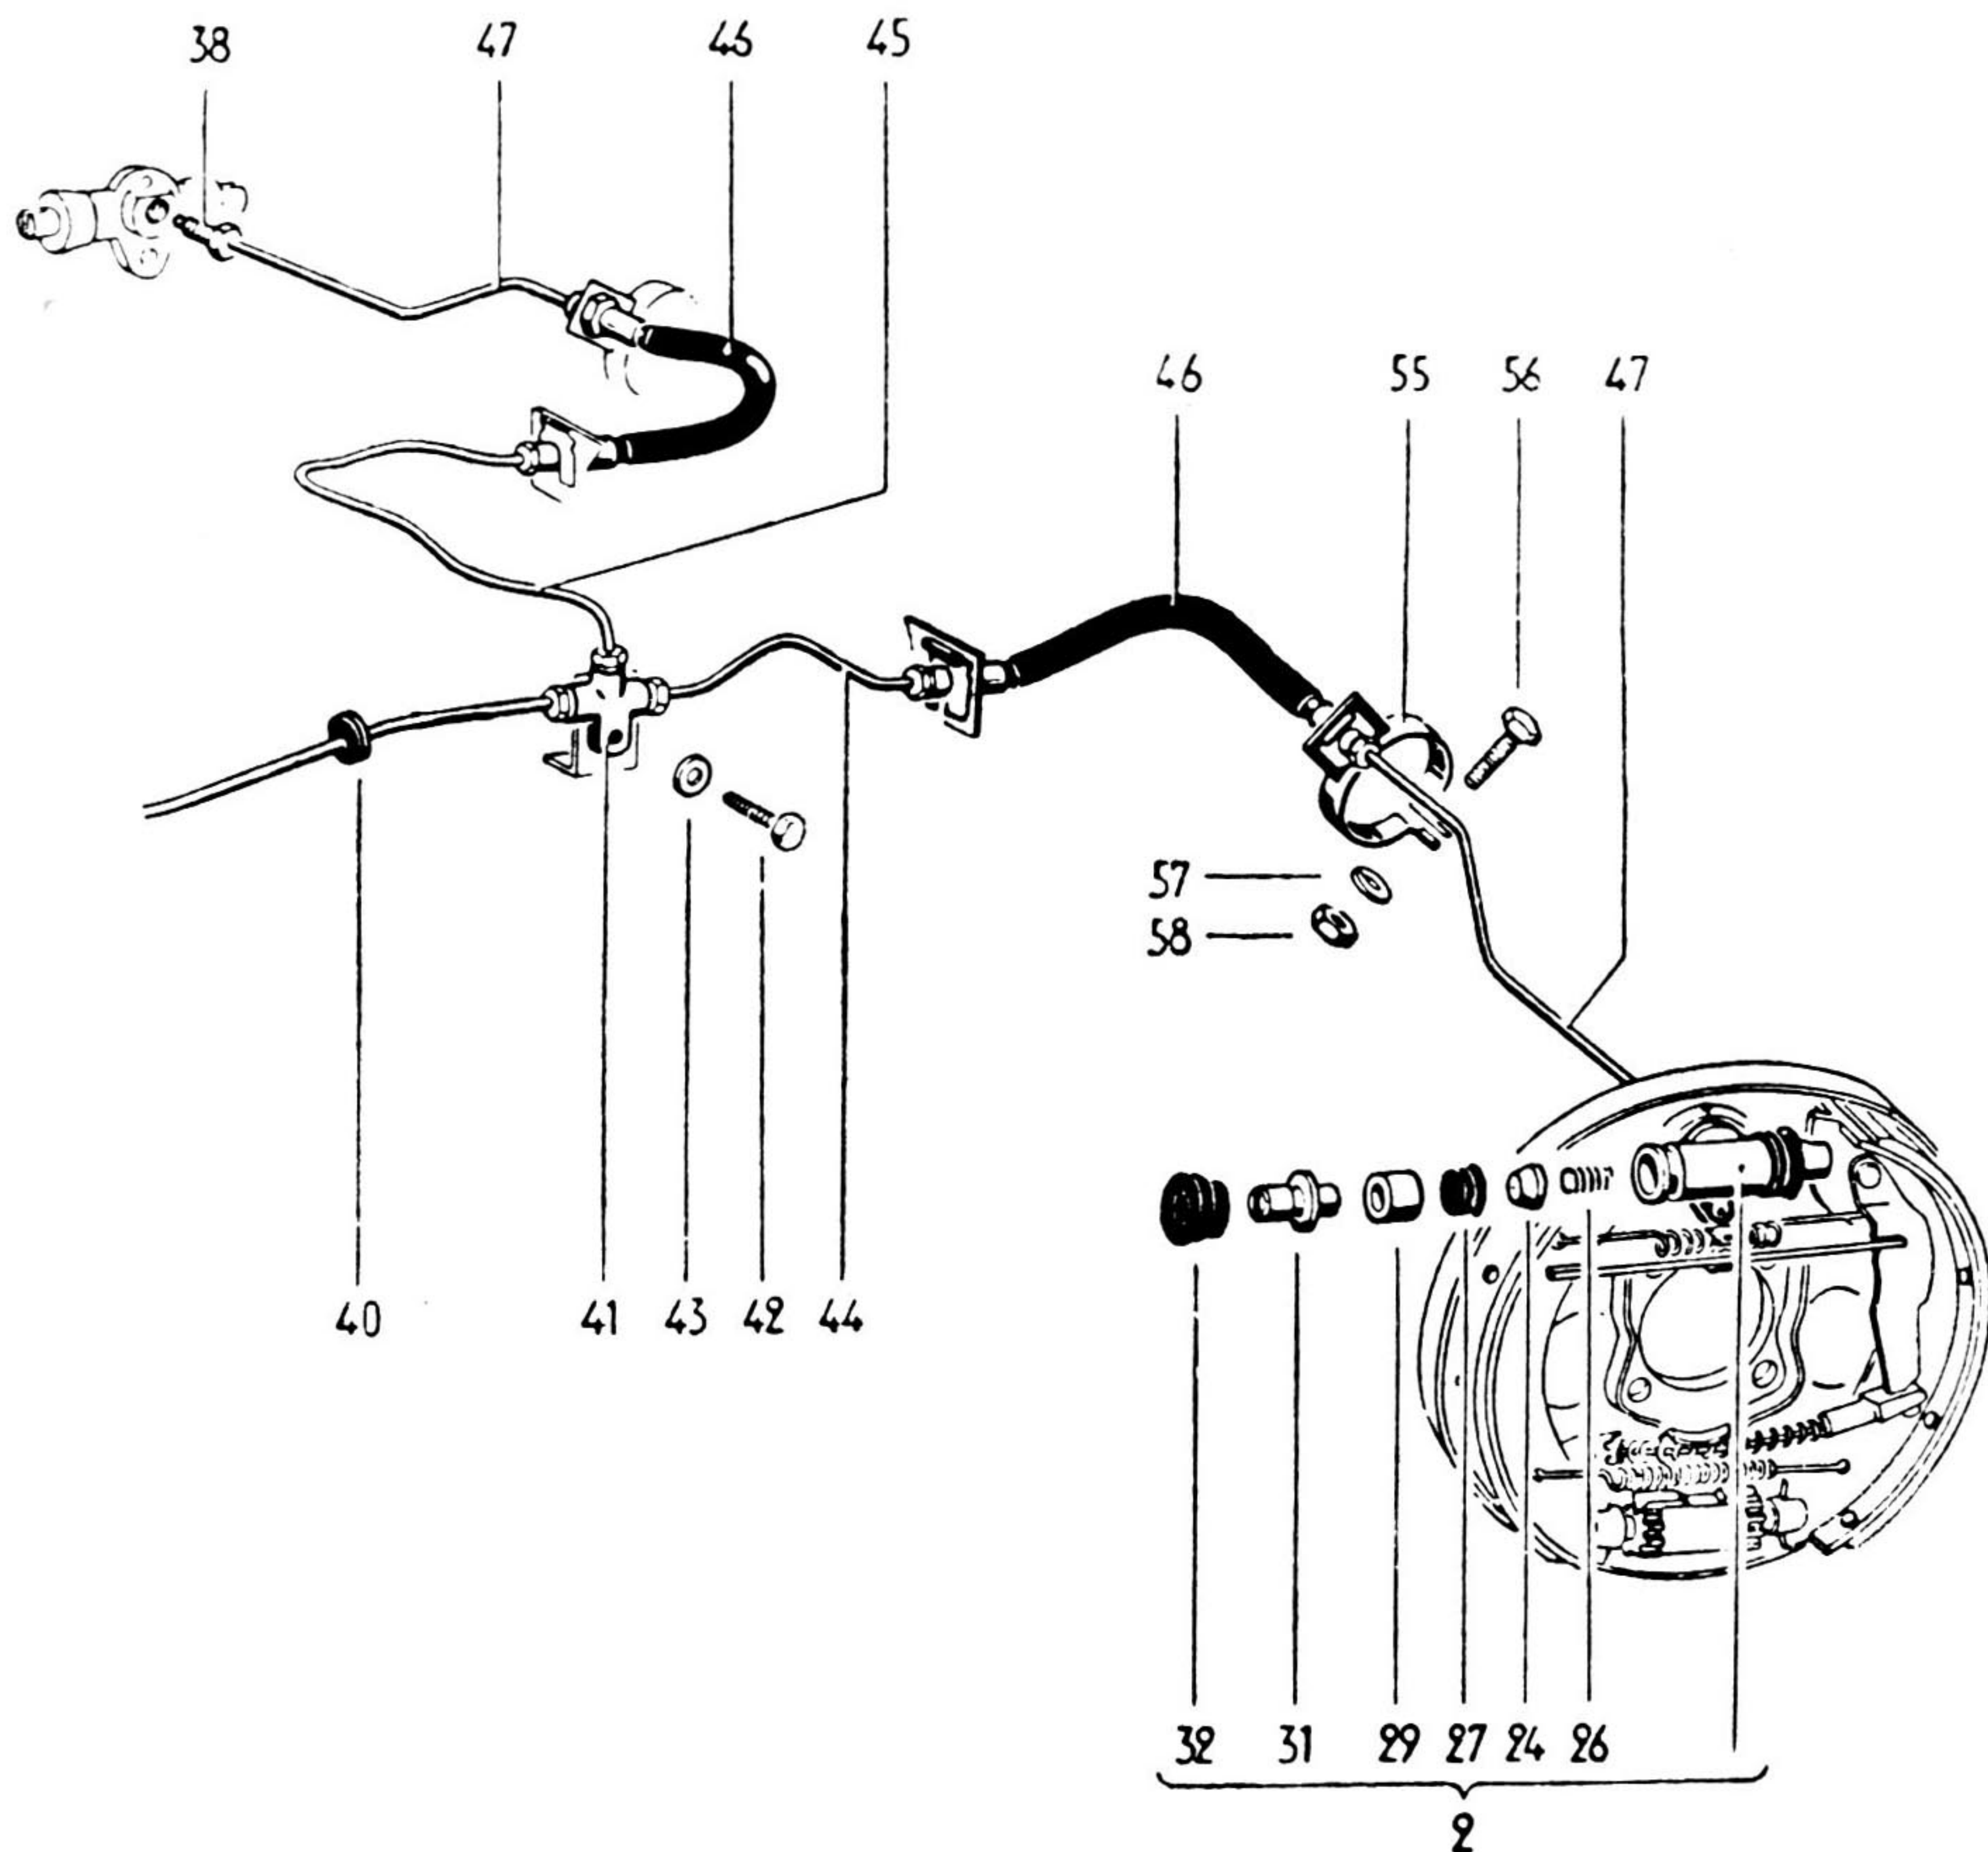

Fig. 2-R — Parte traseira do sistema de freios do sedan e do Karmann Ghia
9) — Eixo engripado (direção dos utilitários). Lubrificam-se as graxas do eixo e se o defeito persistir, substitui-se o mesmo ou suas buchas. Para se verificar se é essa mesma a causa desligam-se as ponteiras que se prendem a essa alavanca, em número de três (fig. 2-P) e verifica-se se a alavanca se move livremente ou não.